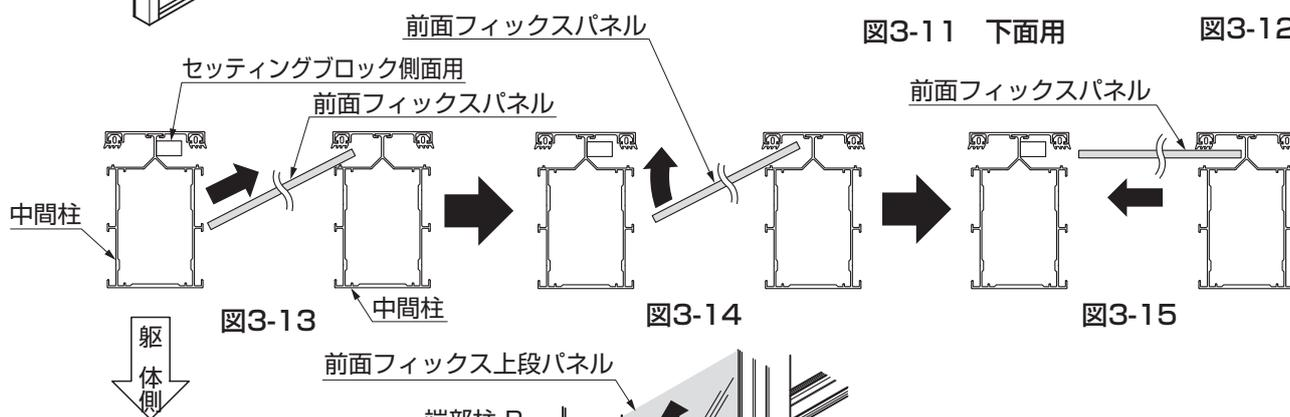
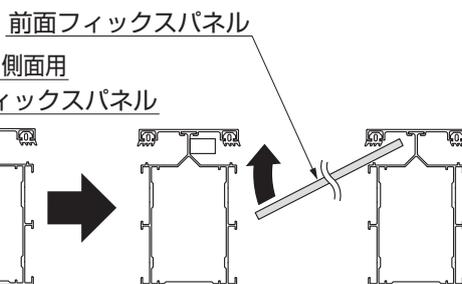
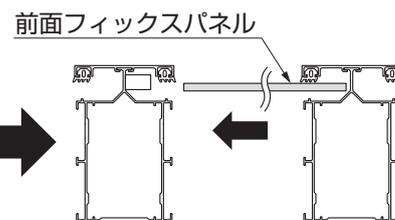

図3-13
図3-14
図3-15
② 前面フィックスパネルの片側を中間柱に差込んで、反対側を端部柱、中間柱に押し込むようにはめ込んでください。(図3-13、図3-14、図3-15参照)